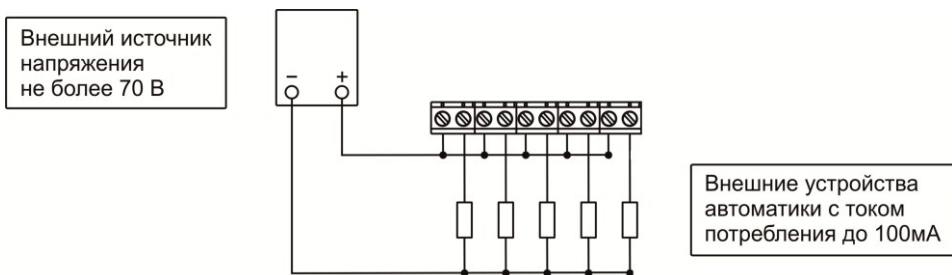

Рисунок 3 – Схема подключения внешних устройств автоматики и внешних цепей индикации к контактам релейных выходов. Часть 1.
- при необходимости, подключить внешние устройства автоматики (см. приложение рисунок 3, 4);